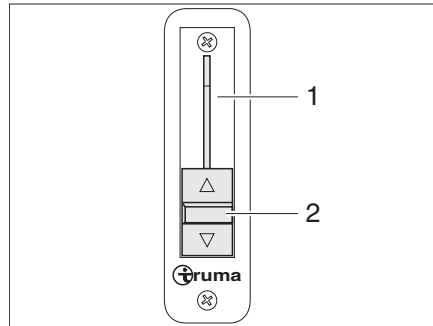

Bild 24 Strangsperr
Der Schieber (Bild 24,2) für die Strangsperr (Bild 24,1) befindet sich links außen am Armaturenbrett.
- Hebel (Bild 24,2) ganz nach unten schieben. Die Strangsperr ist geschlossen.